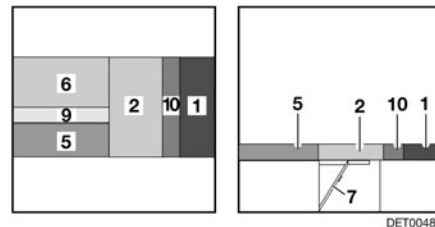

Fig. 117 Después de la transformación
- Tirar del cojín del asiento (Fig. 117,2) del banco longitudinal hacia el centro.
- Colocar el cojín del respaldo (Fig. 117,1) del banco longitudinal entre el cojín del asiento y la pared.
- Tirar el cojín del asiento (Fig. 117,6) hacia adelante sobre la mesa.
- Llevar el cojín del respaldo (Fig. 117,5) a la posición horizontal y tirarlo hacia el centro.
- Colocar el cojín adicional (Fig. 117,9) entre el cojín del respaldo (Fig. 117,5) y el cojín del asiento (Fig. 117,6).
- Colocar el cojín adicional (Fig. 117,10) entre el cojín del respaldo (Fig. 117,1) y el cojín del asiento (Fig. 117,2).